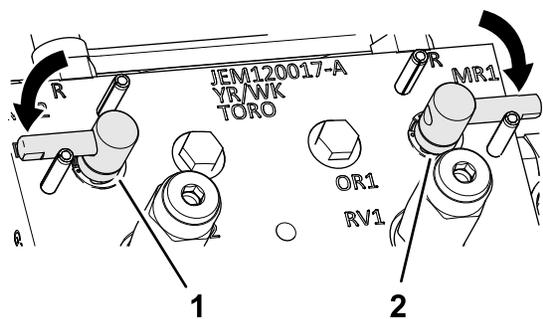

Рисунок 107
3. Установите рычаги заточки обратным вращением в положение F (скашивание) (Рисунок 107).